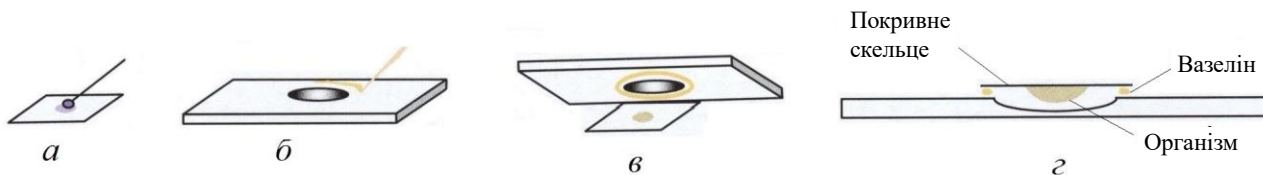

Рис. 1.5. Схема виготовлення препарату «вісяча крапля»
1. На середину покривного скла нанесіть маленьку, з чіткими краями краплю суспензії мікроорганізмів (рис. 1.5, *а*).
2. Краї предметного скла з лункою попередньо змастіть вазеліном (рис. 1.5, *б*).
3. Краплю матеріалу покрийте предметним склом з лункою, краї якої змащені вазеліном (рис. 1.5, *в*).
4. Переверніть предметне скло з прилиплім до нього покривним склом (рис. 1.5, *г*). Крапля виявляється вісячою у герметично закритій вологій камері, з якої рідина випаровується дуже повільно, і тому препарат лишається придатним для спостереження довгий час.